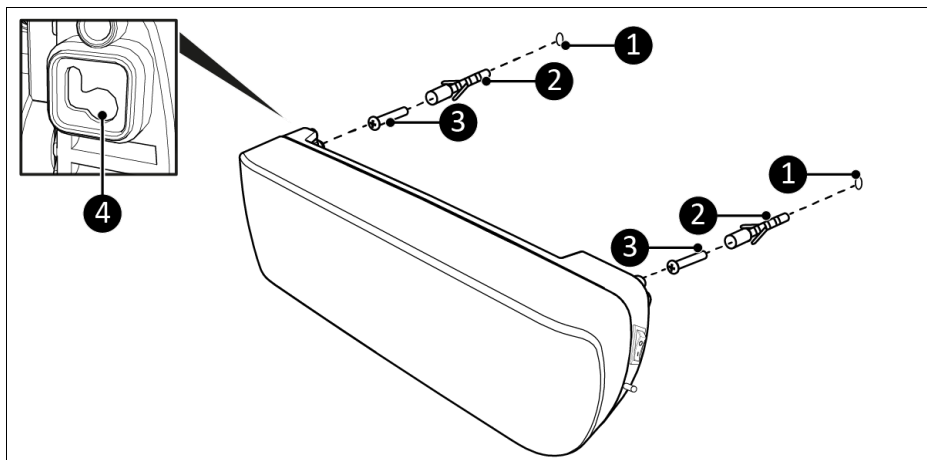

Figura 7
4. Efectuați două găuri de 10 mm la 39,8 cm orizontal una de cealaltă în locația dorită (Figura 7, poz. 1).
5. Introduceți ștecărele în găuri (Figura 7, poz. 2).
6. Strângeți bine șuruburile în ștecăre (Figura 7, poz. 3). Asigurați-vă că șuruburile ies în afară 10 mm.
7. Așezați inelele agățate pe spatele dispozitivului peste șuruburile din perete (Figura 7, poz. 4).